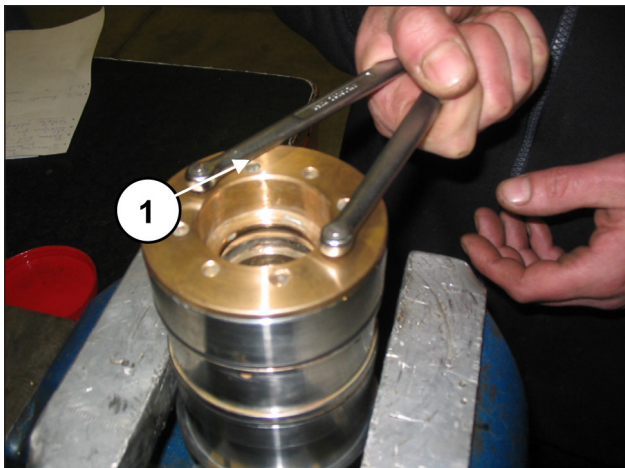
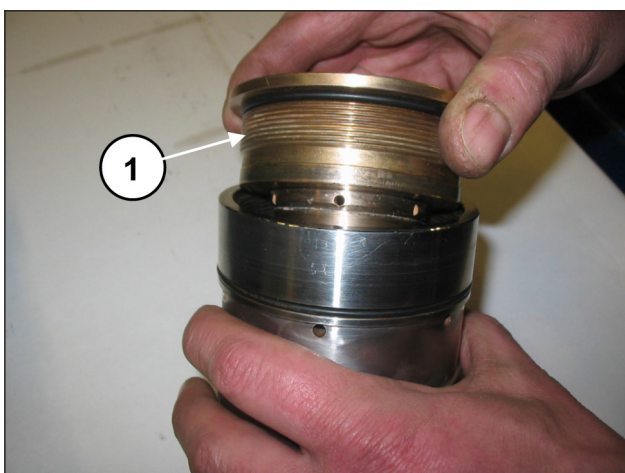

Abb. 145
Abb. 146
Trennen Sie den Dichtungshalter von der Buchse mithilfe eines marktgängigen Hakenschlüssels mit runden Nasen $\varnothing 5$ (Pos. ①, Abb. 145) und drehen Sie den Halter vollkommen ab (Pos. ①, Abb. 146).